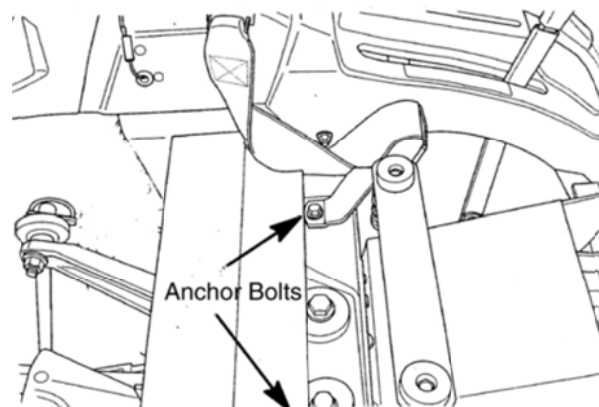

Рис. 69 (ремень безопасности)
1. Осмотрите сиденье и крепление ремня безопасности. При необходимости затяните оба болта ремня безопасности (см. рис. 69) (74,5 Нм). Замените поврежденные детали.